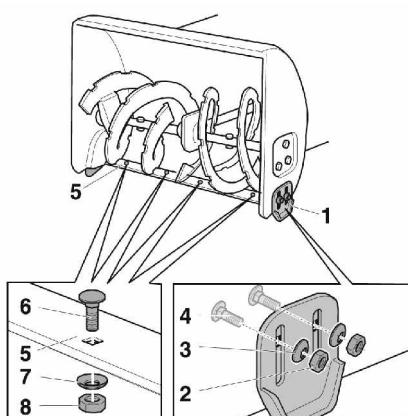

Рис. 7.
**Регулировка ограничительных башмаков. См. Рис. 7.**